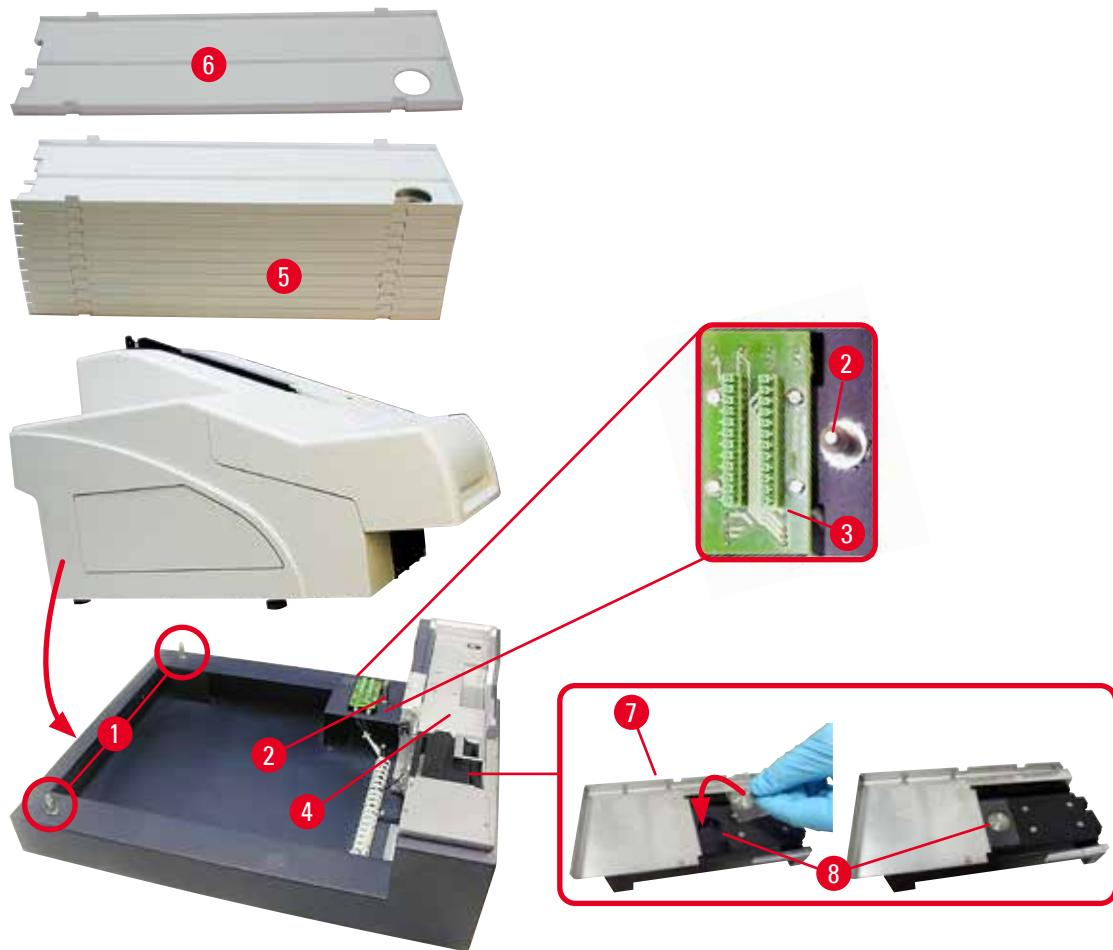

図 12
4. プリンターの両側（右側と左側）をつかみ、（→「図 12」）に示すように、まず 2 本の後部ボルト（→「図 12-1」）がベースプレートに収まるように置きます。